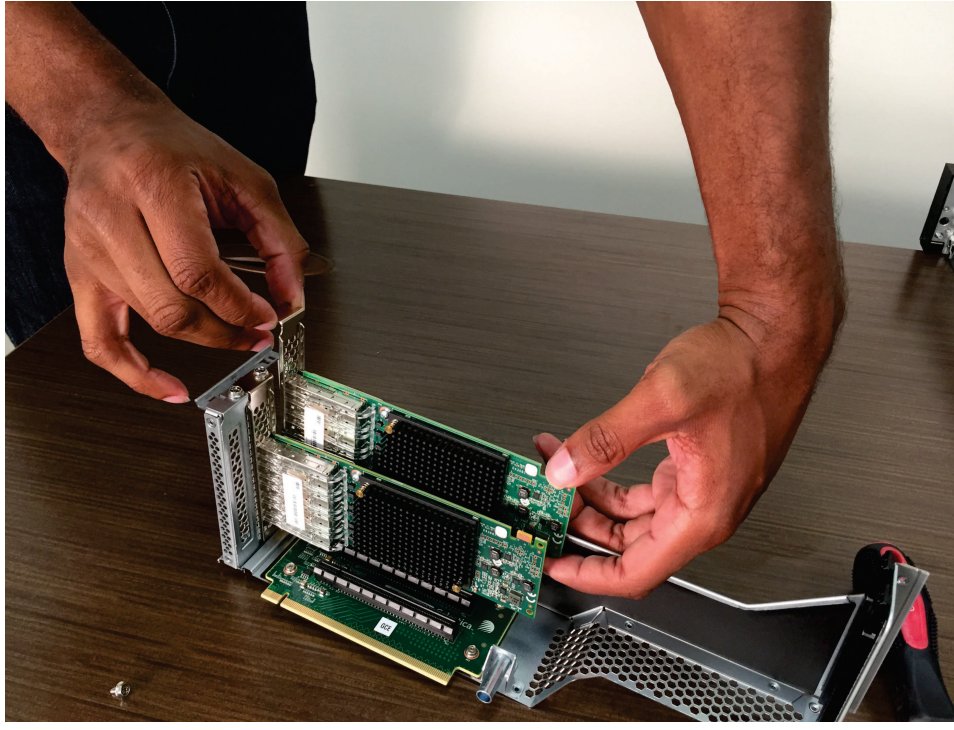

図 155. アダプター・コネクタからのアダプターの取り外し
4. アダプターの上端または上部の隅を注意深くつかみます。 192 ページの図 155 に示すように、PCI 拡張スロットからアダプターを引き出します。